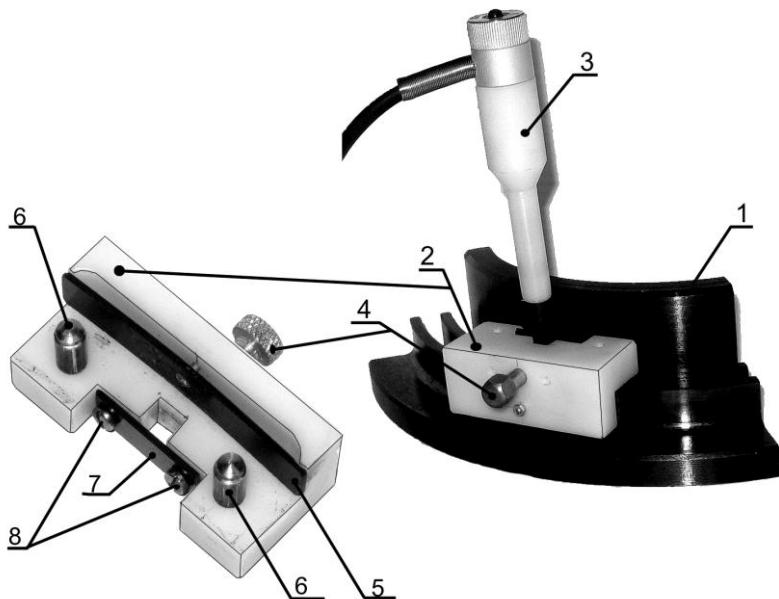

Рис. 6.6 Контроль паза П-образной формы
6.9.3 Установить преобразователь в паз рабочей стороной, обращенной к искусственному дефекту, на бездефектный участок ОИД Иа8.896.082 на расстоянии не менее 5 мм от края согласно рис. 6.6.
6.10.1.1 Установить на бездефектный участок паза шкива (поз.1 рис.6.6) сканер (поз.2 рис.6.6) так, чтобы его резьбовые штифты с упорными роликами (поз.6 рис.6.6) располагались в пазу шкива, а упругая пластина (поз.5 рис.6.6) упиралась в наружную поверхность контролируемого шкива. При этом происходит упор роликов (поз.6 рис.6.6) во внешнюю стенку паза.
6.10.1.2 Вывернуть винт (поз.4 рис.6.6) так, чтобы он не препятствовал установке преобразователя в сканер.
6.10.1.3 Вставить преобразователь типа Н (поз.3 рис.6.6) в прямоугольный паз сканера до упора в дно паза шкива так, чтобы его рабочая сторона с меткой в виде белой черты была расположена к наружной стороне наружного паза. При этом преобразователь должен быть прижат при помощи пластины (поз.7 рис.6.6) к наружной контролируемой стенке паза. При отсутствии прижатия, положение преобразователя необходимо отрегулировать винтами (поз.8 рис.6.6)
6.10.1.8 Установить вновь сканер с преобразователем на бездефектный участок паза шкива, определенный по п.6.10.1.4, и с помощью винта (поз.4 рис.6.6) отвести преобразователь от контролируемой стенки на 0,1 мм. Для этого винт (поз.4 рис.6.6) после его вращения до упора в корпус преобразователя повернуть еще на 30...40°.
6.10.1.11 Пять-семь выполнить пп.6.10.1.9, 6.10.1.10 и 6.10.1.11 изменения каждый раз положение преобразователя при помощи винта на 30 - 40° (поз.4 рис.6.6).